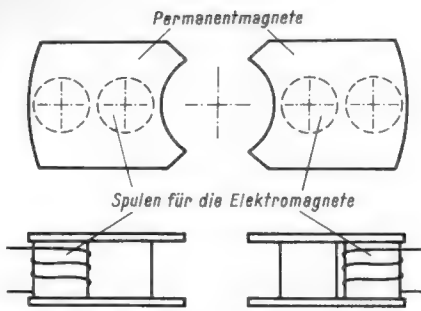
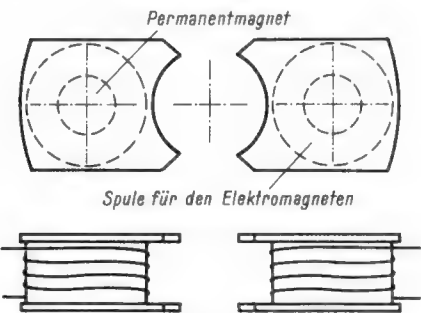

Bild 3a. Kombination von Permanentmagneten und Elektromagneten
Bild 3b. Die Erregerspulen für den Elektromagneten umgeben den Permanentmagneten
3. Die beiden Anordnungen 1 und 2 können auch nach Bild 3 durch eine Kombination von Elektromagneten mit Permanentmagneten verwirklicht werden. In Bild 3a sind in jedem Polschuh ein Permanentmagnet und ein Elektromagnet nebeneinander angeordnet, in Bild 3b ist die Erregerspule direkt auf den Permanentmagneten gewickelt. Der notwendige Erregerstrom für den Elektromagneten kann dann auf fast die Hälfte des Stromes, d. h. ein Viertel der Leistung, herabgesetzt werden. Durch Umpolen des Elektromagneten läßt sich erreichen, daß sich die Magnetfelder von Permanent- und Elektromagnet kompensieren, so daß auch mit dieser Anordnung dem Kunden die Wahl zwischen dem Empfang eines normalen Bildes mit Zeilenstruktur und eines zeilenfreien Bildes möglich ist.